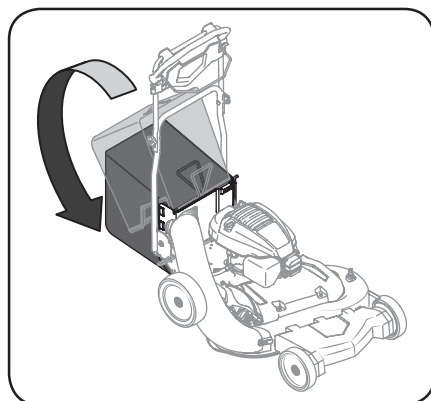

Figura 2-8
- d. Gire el colector de césped hacia abajo de manera que quede apoyado sobre la abertura trasera de la cortadora. Vea la Figura 2-8.